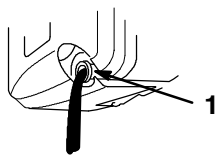

Figure 19
5. Basculer la tondeuse du côté **gauche** et laisser l'huile s'écouler dans le bac de vidange (Fig. 19).